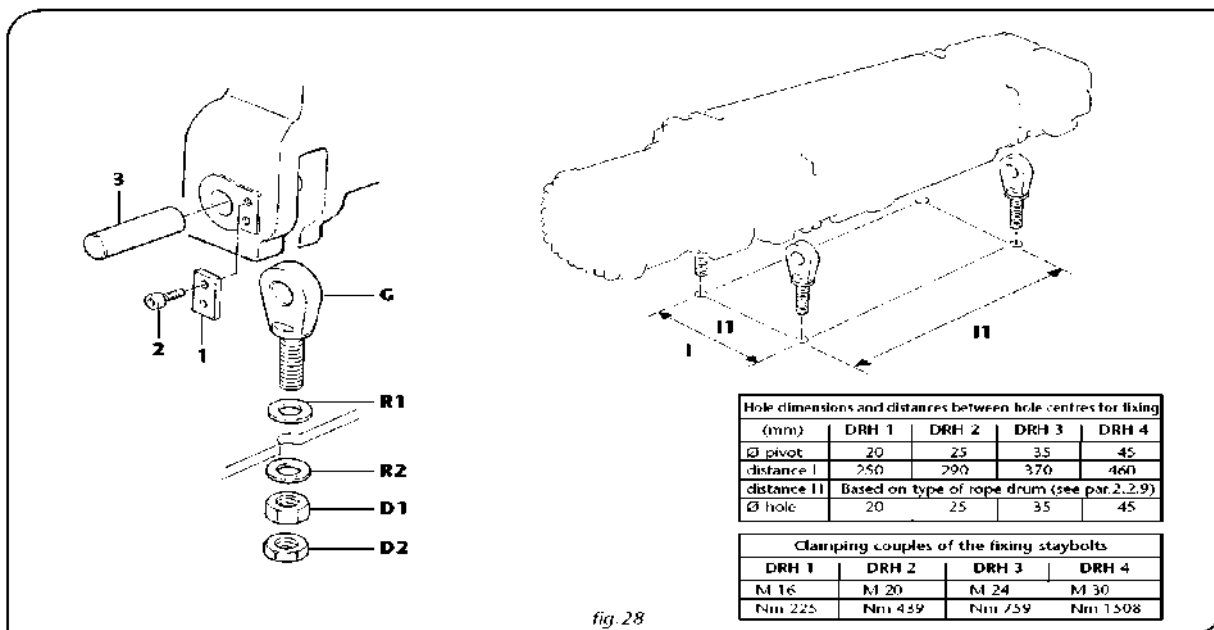

fig. 28
Montaż gwintowanego trzpienia śruby oczkowej w obudowie wciągarki typu DRH (rys. 28) :
Przymocowywanie wciągarki do powierzchni obejmuje także wkładanie gwintowanych trzpieni do odpowiednich otworów, których wymiary i rozstaw osi musi odpowiadać tym największym wskazanym w tabeli (rys. 28) z zachowaniem następującej procedury:
- Kiedy już sworznie są włożone w odpowiednie otwory i wciągarka jest ustawiona na ziemi, umieścić podkładkę -**R2-**, dokładnie przykręcić szeroką nakrętkę -**D1-** i, po dociśnięciu ich poprzez użycie par pokazanych w tabelce (rys.28), dokładnie przykręcić samo zabezpieczające nakrętki o średniej wielkości -**D2-**.
9. Przed włożeniem gwintowanych sworzni śrub oczkowych w odpowiednich otworach, zamontować podkładki -R1- Kiedy zatyczki są włożone w dziury i wciągarka jest ustawiona na ziemi, zamocować podkładki -R2-, dokładnie przykręcić szeroką nakrętkę -D1- i, po dociśnięciu ich poprzez użycie par pokazanych w tabelce (rys.28), dokładnie przykręcić samo zabezpieczające nakrętki o średniej wielkości -D2-.